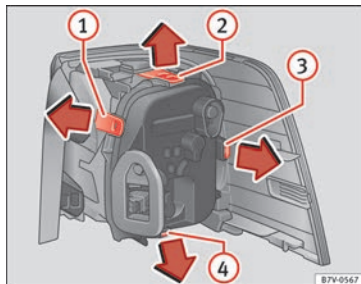

Abb. 113 Rückleuchte in der Karosserie: Lampenträger ausbauen. ① bis ④ Verriegelungslaschen.
8.	Zum Entriegeln des Lampenträgers Verriegelungslaschen » Abb. 113 ① a ④ in Pfeilrichtung drücken.